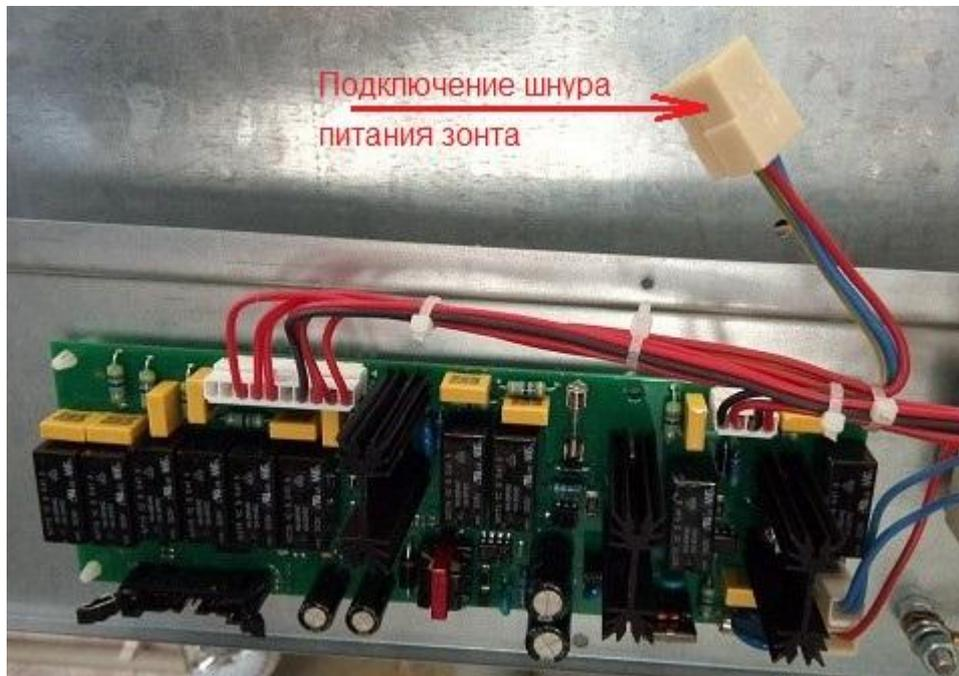

Рис. 1 Место подключения шнура питания зонты к колодке 45 7373 9005 КЭП-4
- коричневый, синий и желто-зеленый провод шнура питания зонта с наконечниками (Шз) установить в колодку 45.7373.9006 из комплекта, при этом соблюдая цветовое соответствие проводов колодки 45.7373.9005 КЭП-4 (рис.1);